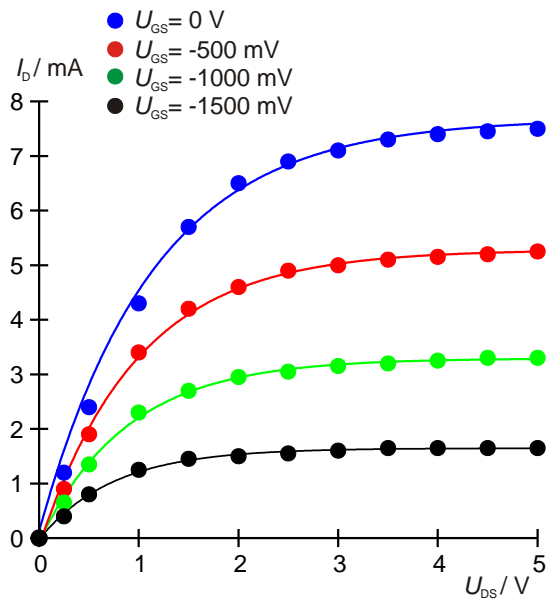

Fig. 5: Líneas características del transistor de efecto de campo para diferentes tensiones de Gate.
- Los valores de medida para las diferentes tensiones de Gate se representan en un diagrama  $I_D - U_{DS}$  (Fig. 5).